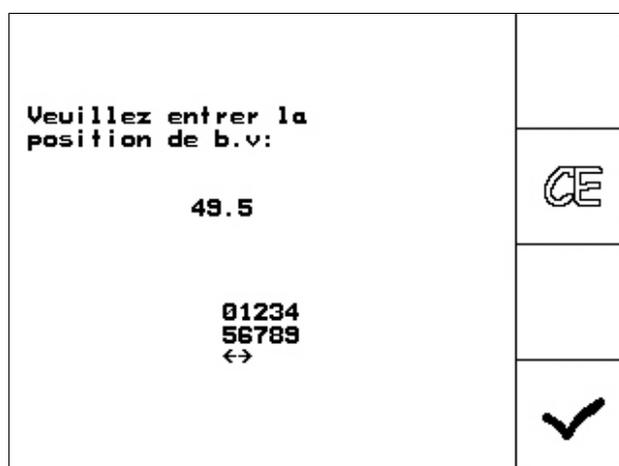

Fig. 65
-  confirmez les réglages et inscrivez sur la fenêtre menu qui s'ouvre, la valeur de l'échelle graduée qui est affichée par le levier du boîtier variateur sur l'échelle graduée (Fig. 65).